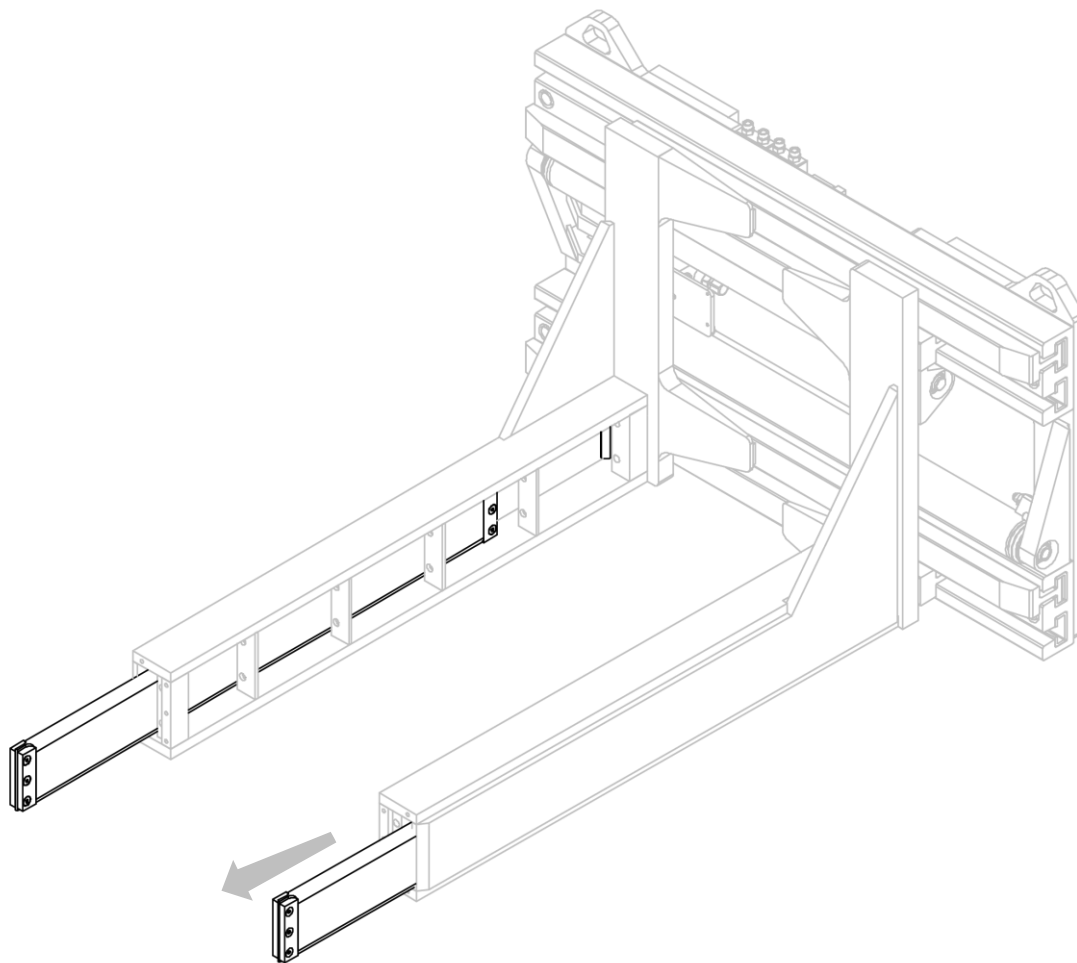

Figura 35
2. Rimuovere dalle apposite sedi i polmoni in gomma (vedi *Figura 35*).